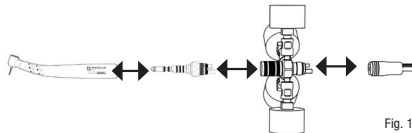

Fig. 1
1. Inserte el manómetro multímetro de prueba entre la pieza de mano / acoplador y la tubería del sistema de entrega (Fig. 1).